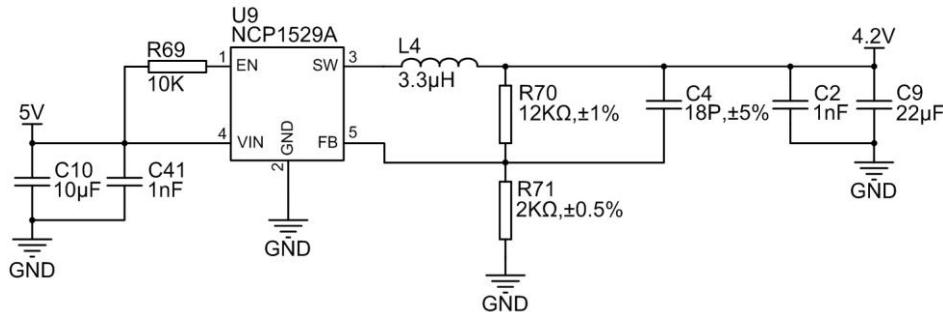

图 3-3 4.2V 电源电路
4.2V 电源方案采用与 DDR2 的 1.8V 电源相同的方案。参考电路详见图 3-3。